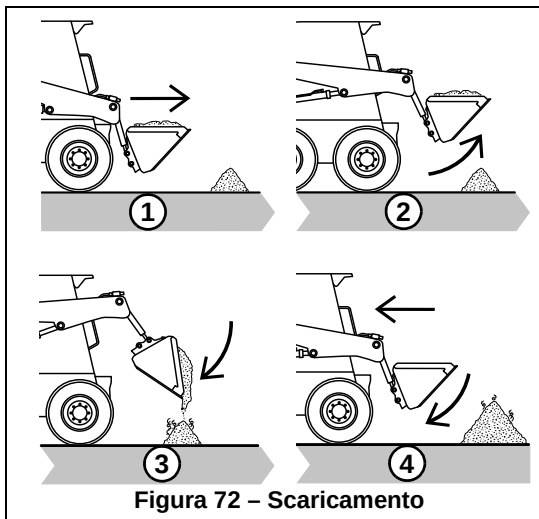

Figura 72 – Scaricamento
1. (Figura 72) Avvicinarsi al cumulo con la benna più abbassata possibile.